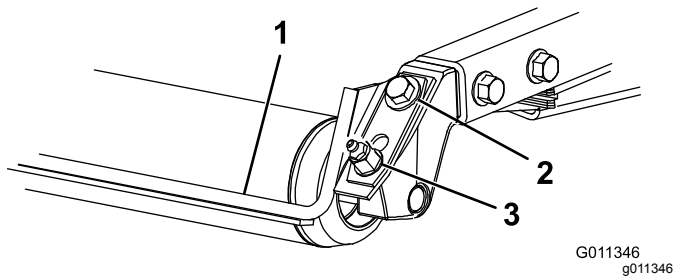

Bild 6
1. Lösen Sie die Schmiernippel und Befestigungsschraube (Bild 6).